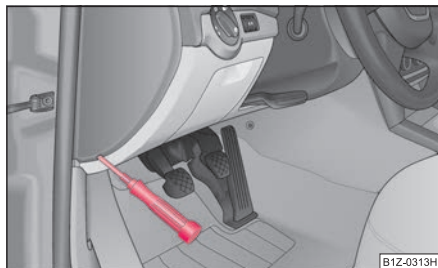

Fig. 235 Capacul suportului de siguranțe: Tabloul de bord, lateral
- Îndepărtați capacul de siguranță de pe lateralul tabloului de bord cu ajutorul unei șurubelnițe ⇒ **fig. 235**, resp. capacul cutiei cu siguranțe din compartimentul motorului ⇒ pagina 254.